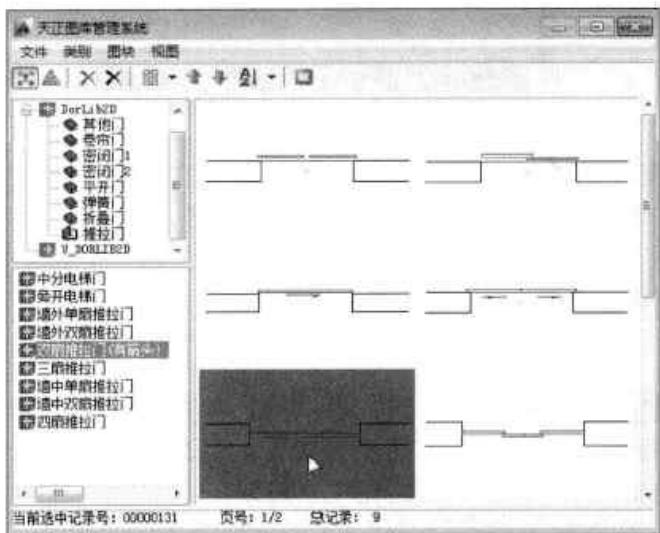

图16-75 选择推拉门图块
**Step 11** 打开“门”对话框，单击“门”平面图，在“天正图块管理系统”对话框中，选择满意的推拉门图块，如图 16-75 所示。